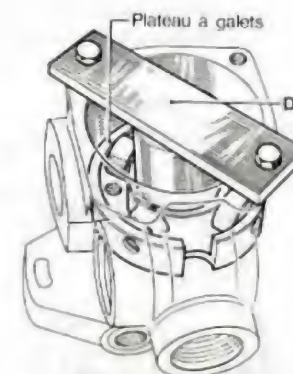

Fig. 39.
- Placer l'outil de fabrication locale (D) pour éviter aux axes des galets de sortir du plateau (fig. 39).